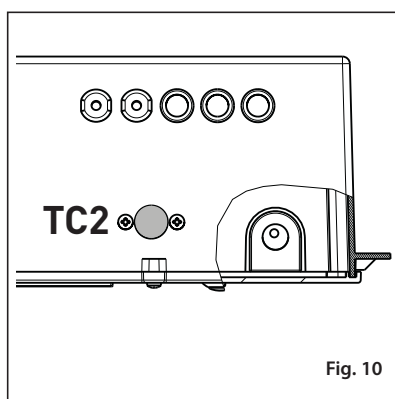

Fig. 10
3.2.6 Termostat a doua etapă modulație (fig. 10)